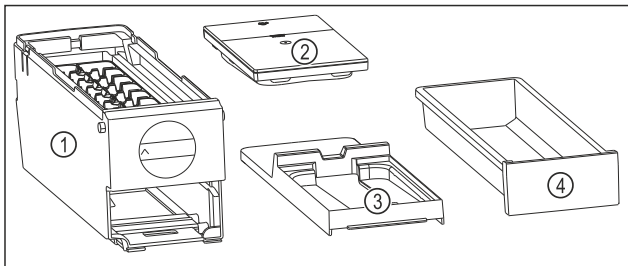

Fig. 190 Съставни части на EasyTwist-Ice
- ▶ EasyTwist-Ice е разглобен на четири части. (виж Fig. 190)
- Разглобявайте EasyTwist-Ice само на изобразените съставни части. (виж Fig. 190)
- Почистете корпуса на EasyTwist-Ice Fig. 190 (1) като едно цяло.